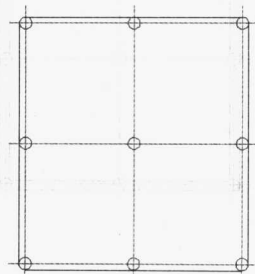

图 1-14 开间方向外墙线
(3) 重复以上步骤，完成外墙的外围边线。如图 1-14 所示。